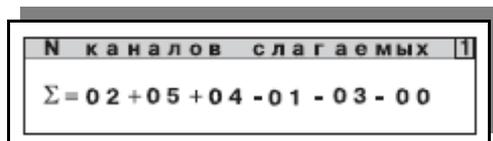
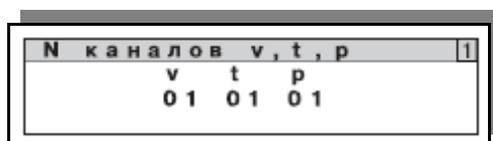

Рисунок 2.26 — Изображение окна «N каналов слагаемых»
Рисунок 2.36 — Изображение окна «N каналов v, t, p»
Для определения суммы (разности) однотипных параметров температуры войти в подменю N КАНАЛОВ СЛАГАЕМЫХ, рисунок 2.26. При помощи кнопок «▲», «▼», «◀», «▶» ввести значения однотипных параметров $t_{X1} \dots t_{X6}$ для формулы (1) (см. п.1.3.2 части 1 руководства) и нажать ВВОД для подтверждения выбора, либо МЕНЮ для его отмены. Параметр применяется только для типа канала **Сумма**. Например, если значение шестого параметра вычисляется по формуле $t_6 = t_2 - t_1 + t_5 + t_4 - t_3$, то индексы однотипных системных параметров для формулы (1) при помощи кнопок «▲», «▼», «◀», «▶», ВВОД следует записать в виде $\{X1, X2, X3, X4, X5, X6\} = \{2, 5, 4, 1, 3, 0\}$, смотри рисунок 2.36.
Для задания номеров каналов конфигурирования из меню **КАНАЛ gn** войти в подменю **N КАНАЛОВ V, T, P** рисунок 2.36. С помощью клавиш «▲», «▼», «◀», «▶» задать номера измерительных каналов объёма, температуры и давления, используемых для расчёта массы теплоносителя выбранного канала, и нажать **ВВОД** для подтверждения выбора, либо **МЕНЮ** для его отмены.